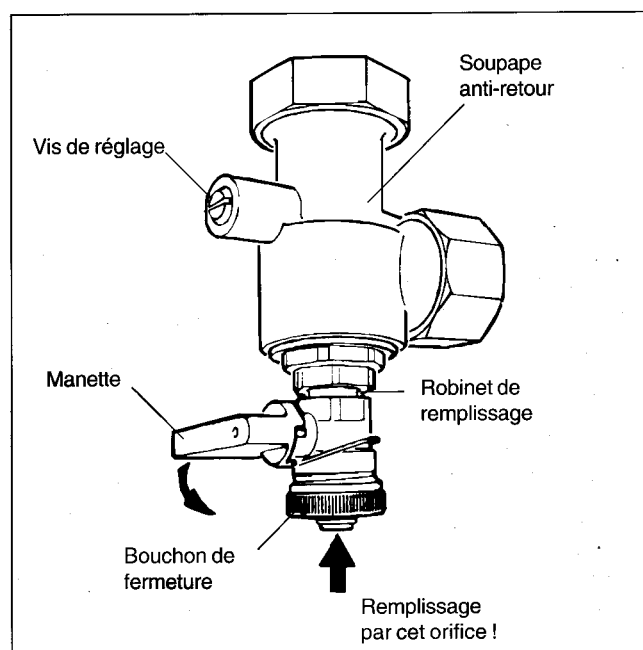

Fig. 8
- Mettre la fente de la vis de réglage de la soupape de non-retour en position verticale (clapet ouvert) (fig. 8).
- Dévisser le bouchon de fermeture du robinet de remplissage, raccorder le tuyau de remplissage et mettre la manette du robinet de remplissage en position verticale (ouvert) (fig. 8).
- Remplir lentement l'installation par le robinet de remplissage pendant 1/2 minute environ (fig. 8).
- Mettre la fente de la vis de réglage de la soupape de non-retour en position horizontale (position de service) (fig. 8).
- Continuer le remplissage par le robinet de remplissage (fig. 8).